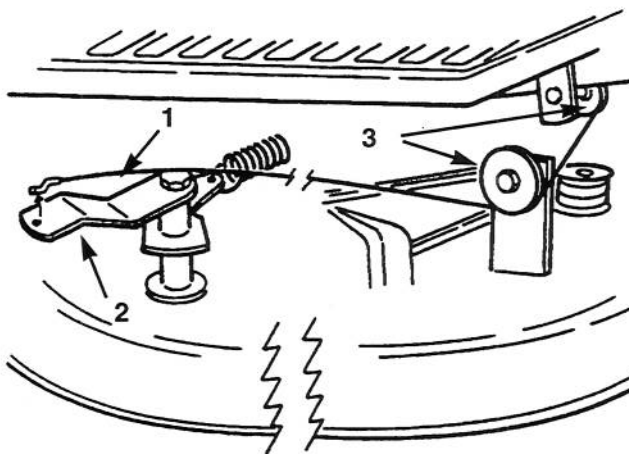

Figure 39
6. Décrocher le câble de commande de la lame (prise de force) des galets de guidage et du bras de renvoi sur le côté droit de la tondeuse (Fig. 39). Eloigner le câble pour qu'il ne s'accroche pas sur la tondeuse.